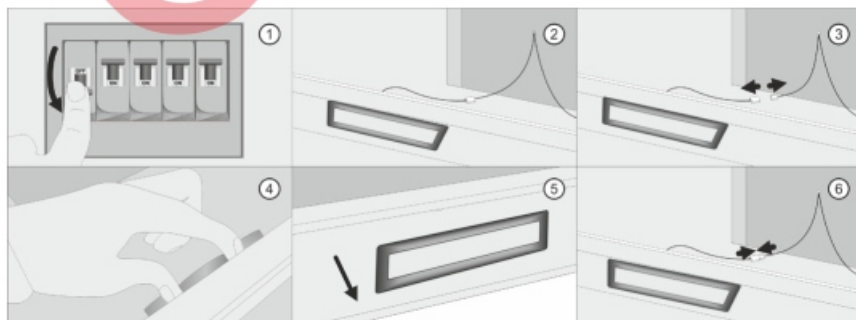

Рис. 15 Замена ламп освещения
**Перед заменой ламп следует отключить изделие от сети питания. (Рис. 15. 1)**
1. Поднять стекло вытяжки и извлечь жировой алюминиевый фильтр; (Рис. 15. 2)
тания лампы, нажав на фиксатор на нем; (Рис. 15. 3)
3. Изнутри вытяжки нащупать две фиксирующие пластины лампы, сжать их пальцами и вытолкнуть лампу вниз; (Рис. 15. 4, 5)
4. Установить новую лампу того же типа и характеристик (2В, 1,5Вт), и последовательно подключить к питанию. (Рис. 15. 6)